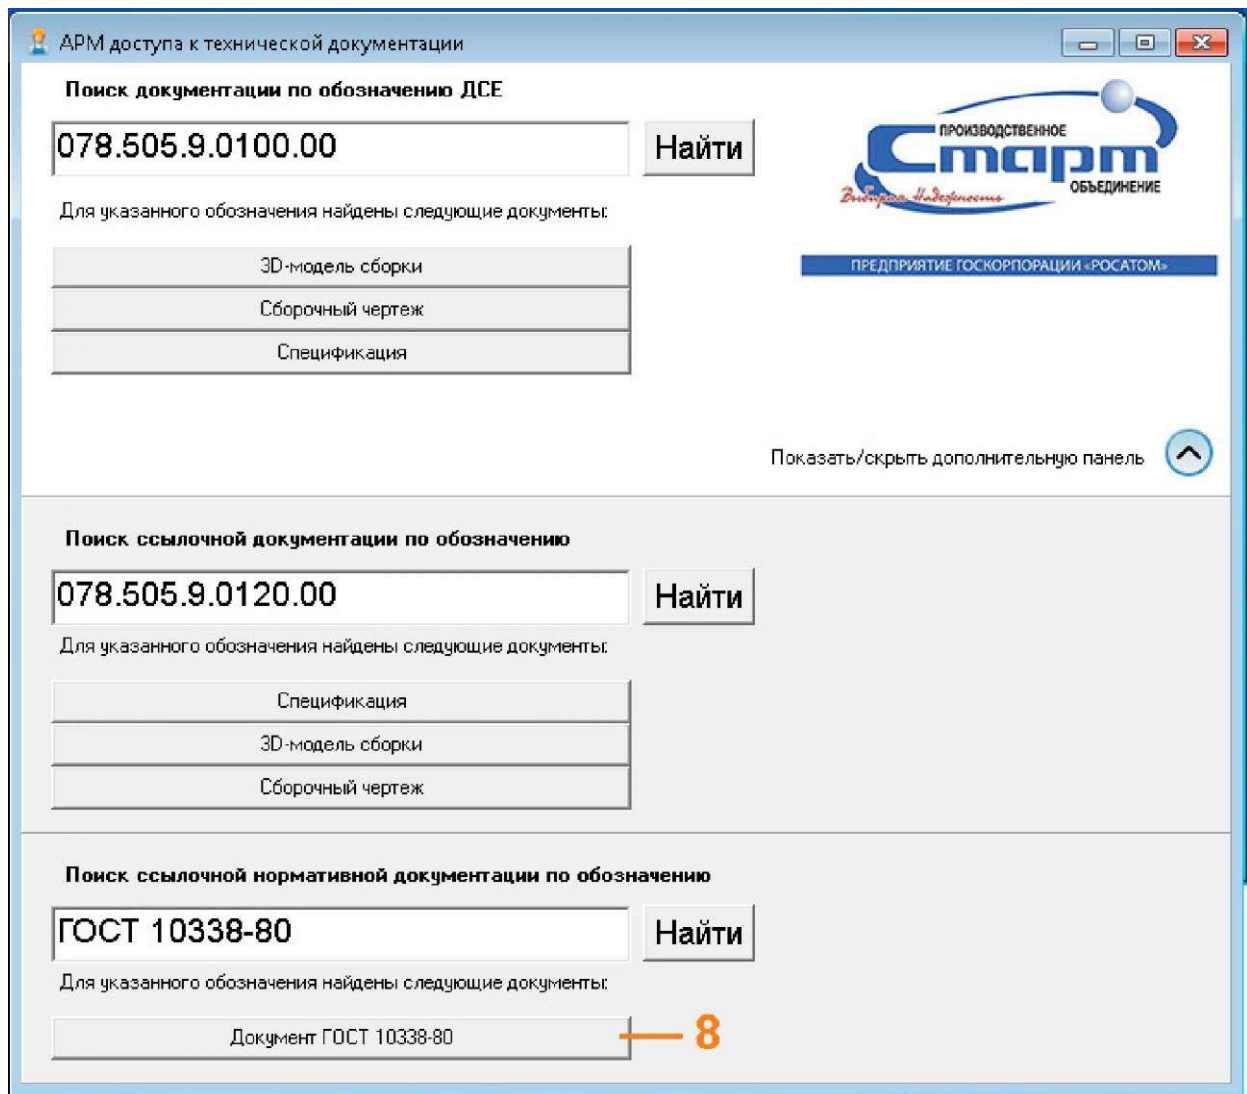

Рисунок 13 - Поиск ссылочных нормативных документов
5.4.7 Для поиска ссылочной нормативной документации необходимо ввести обозначение нормативного документа в поле «Поиск ссылочной нормативной документации по обозначению» (см. рисунок 13).